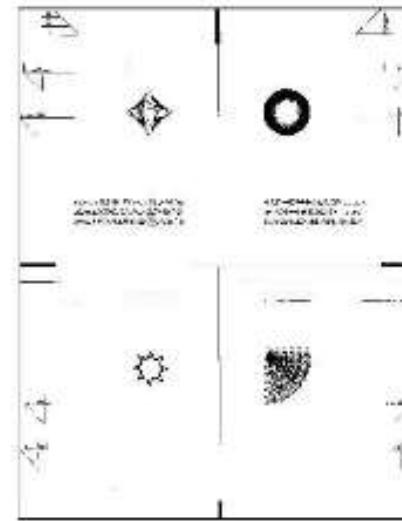

图 1 Stop9 测试打印
- 确保侧导板(图 1)调向纸张但又不挤压纸张。
同时操作 Stop 和 9 键，测试打印产生。图像如图 1。